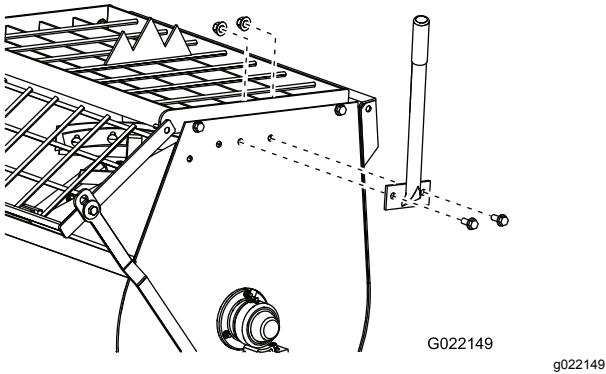

Figura 5
2. Instale la palanca de volteo en el lateral del tambor con 2 pernos y tuercas, como se muestra en la Figura 3, la Figura 4, o la Figura 5, dependiendo de su modelo.